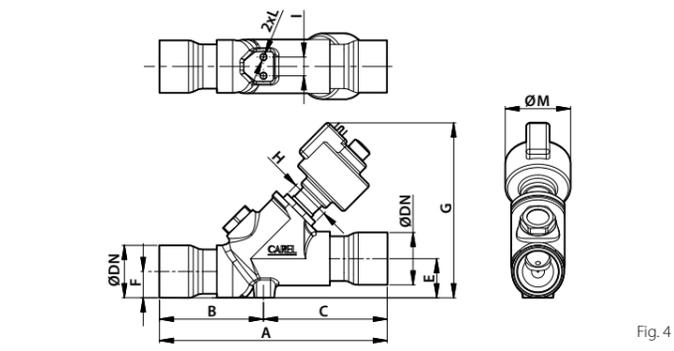

Fig. 4
5. Avvitare nel corpo valvola la cartuccia in acciaio sull'apposito alloggiamento filettato con una chiave a forchetta (per misura si veda fig. 4) verificando il corretto inserimento dell'O-ring, che garantisce la tenuta ermetica, sulla cava. Serrare la cartuccia portando la ghiera in battuta sul corpo valvola con una coppia di serraggio suggerita di 30-35 Nm per E⁵V e E⁶V oppure 35-40 Nm per E⁷V (Fig. 2.3). Attenzione! Nel caso in cui l'otturatore fuoriuscisse completamente dalla sede di lavoro della cartuccia procedere secondo la seguente modalità:
5. Tighten the steel cartridge to the special threaded socket in the valve body using fork spanner (for the size see Fig. 4), making sure the O-ring is fitted to ensure hermetic tightness. Tighten the cartridge by pressing the ring against the valve body with a recommended torque of 30-35 Nm for E⁵V and E⁶V or 35-40 Nm for E⁷V (Fig. 2.3). Warning! If the threaded rod comes completely out of the cartridge, proceed as follows:
- Visser la cartouche en acier au corps du détendeur dans son emplacement fileté spécial avec une clé à fourche (pour la dimension, voir fig. 4) en vérifiant l'insertion correcte du joint «O-ring», qui garantit son étanchéité. Serrer la cartouche en situant la bague en butée sur le corps vanne avec un couple de serrage conseillé de 30-35 Nm pour E^{5V} et E^{6V} et de 35-40 pour E^{7V} (Fig. 2.3).